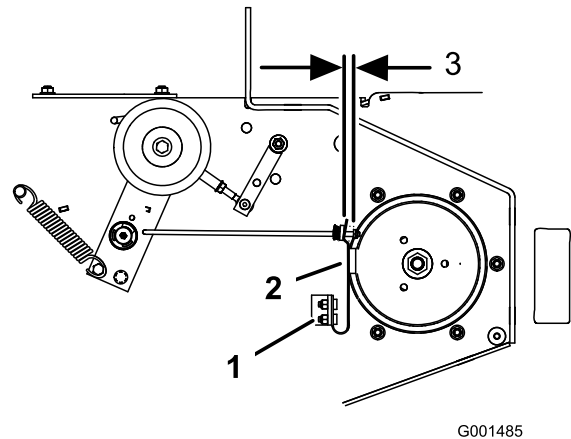

Bild 59
3. Stellen Sie die Federbefestigungsschrauben ggf. so ein, dass die Messerbremssbacken beide Seiten der Scheibenrinne berühren (Bild 59).
4. Stellen Sie die Mutter am Ende der Messerbremsstange ein, bis ein Abstand von 3 mm bis 5 mm zwischen der Mutter und dem Distanzstück besteht (Bild 59).